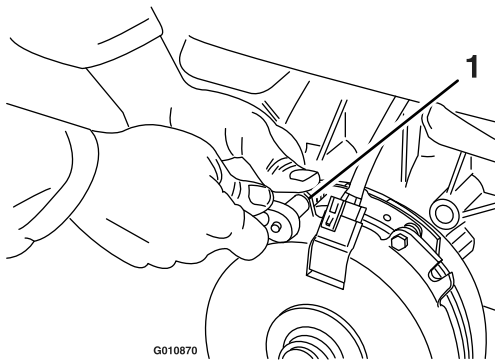

Figure 59
- A. Desserrez les boulons de fixation du frein de $\frac{1}{2}$ tour à 1 tour, comme montré à la Figure 59.